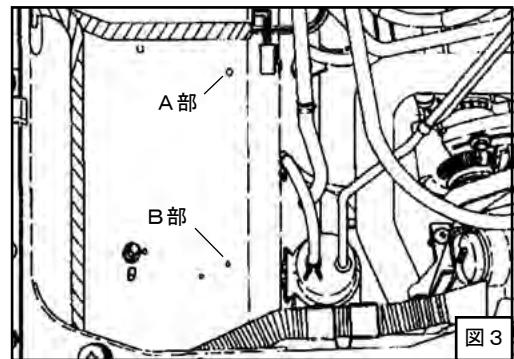

図3
- (1) 図3のA部にACV本体を取付けてください。
- (2) 図3のB部にエアクリーナーステーを仮付けしてください。